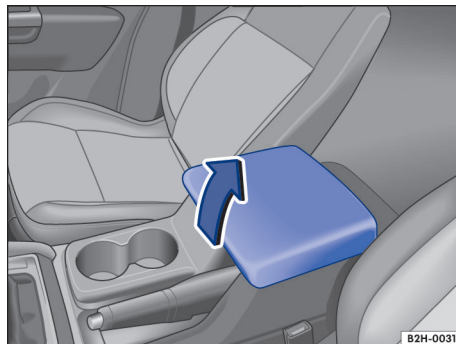

Fig. 123 Portaobjetos en el reposabrazos central delantero.
1. Levante completamente el reposabrazos en el sentido de la flecha → fig. 123.
1. Guíe el reposabrazos hacia abajo, en el sentido contrario al de la flecha → fig. 123.